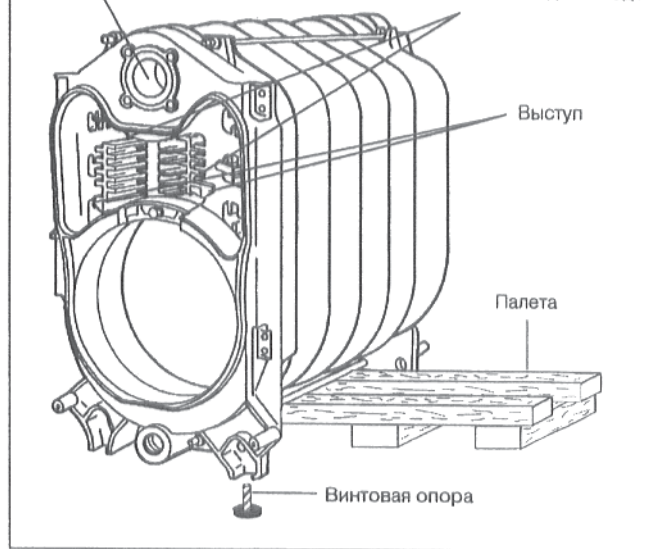

рис. 16
планками наружу (рис. 16).
- Вставить с одной стороны палету под нижнюю ступицу котла, чтобы котел слегка наклонился в сторону (рис. 16).
- Ввернуть винтовые опоры в передние и задние литые опоры котла (рис. 16).
- Установить посредством машинных винтов глухой фланец с вложенным плоским уплотнительным кольцом перед нижней ступицей котла (рис. 16).